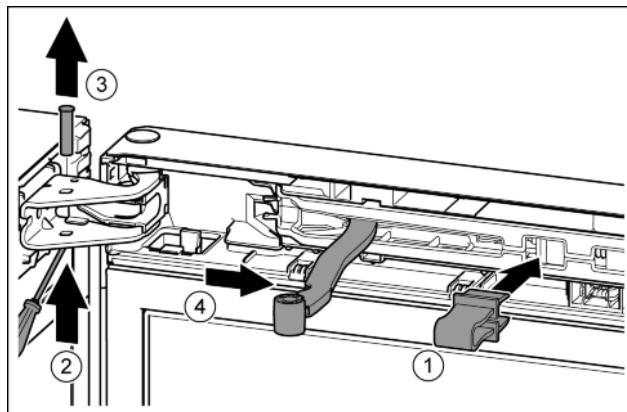

Fig. 8
- Зафиксировать предохранитель в отверстии. Fig. 8 (1)
- Выкрутить палец при помощи отвёртки. Fig. 8 (2)
- Извлечь палец движением вверх. Fig. 8 (3)
- Повернуть шарнир в направлении двери. Fig. 8 (4)